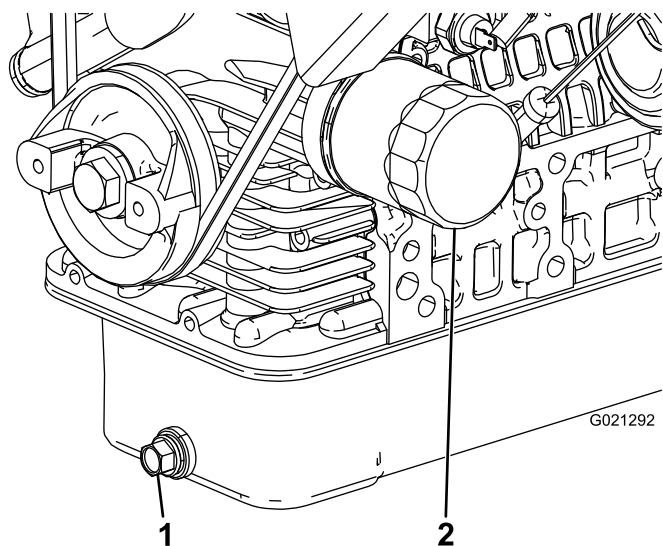

Figura 45
2. Togliete il tappo di spurgo e lasciate defluire l'olio in una bacinella (Figura 45).
4. Togliete il filtro dell'olio (Figura 45).